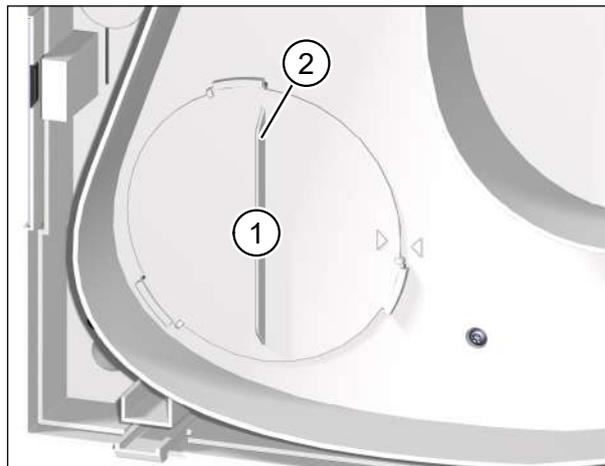

Fig. 21 : Enlever le filtre d'air neuf
- ▶ Tournez le couvercle du filtre (pos. 1 dans Fig. 21) sur la poignée (pos. 2 dans Fig. 21) dans le sens inverse des aiguilles d'une montre, jusqu'à ce que le couvercle du filtre se détache des supports.
- ▶ Vérifiez la position du couvercle du filtre. Il faut que la poignée soit en position verticale et que la flèche sur l'anneau du filtre soit alignée avec la flèche de la position d'arrêt (voir Fig. 21 à la page 39).